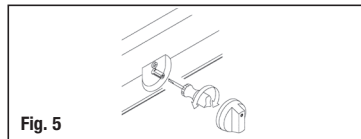

Fig. 5
- Réglage de la flamme minimum (Figure 5) :